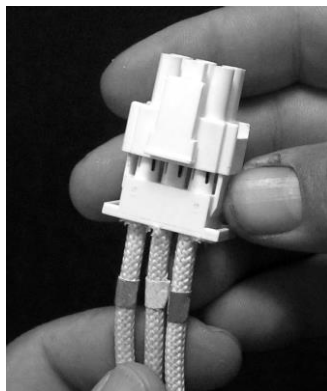

Figura 37
4. Na parte traseira da fritadeira, desligue o conector de 6 pinos para o elemento esquerdo (visto da parte frontal da fritadeira) ou o conector de 9 pinos para o elemento direito ligado à caixa do contator. Prima as abas em ambos os lados do conector enquanto puxa para fora na extremidade livre para expandir o conector e soltar os cabos do elemento (consulte a Figura 37). Puxe os cabos do conector e da manga do fio.